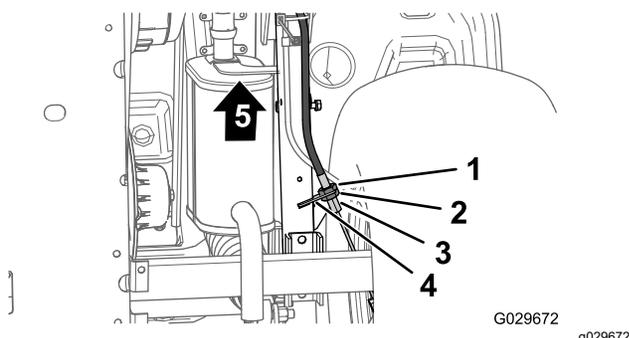

Рисунок 50
3. В нижней части машины ослабьте заднюю зажимную гайку резьбового регулятора троса стояночного тормоза на 4 оборота (Рисунок 50).
4. Затяните переднюю контргайку (Рисунок 50).
- А. Ослабьте затяжку передней зажимной гайки (Рисунок 50) на резьбовом регуляторе троса стояночного тормоза на один оборот.
- В. Затяните заднюю контргайку (Рисунок 50).
- А. Ослабьте затяжку задней зажимной гайки (Рисунок 50) на резьбовом регуляторе троса стояночного тормоза на один оборот.
- В. Затяните переднюю контргайку (Рисунок 50).